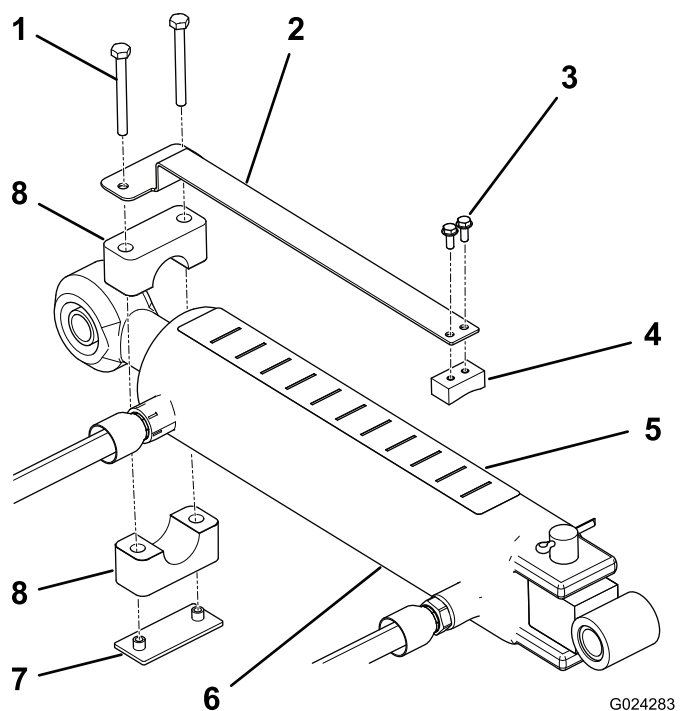

Рисунок 8
1. Закрепите глубиномер на плоской стороне сухаря двумя винтами с головкой под шлиц (№ 10 x ½ дюйма), расположив компоненты, как показано на Рисунок 8.
2. С помощью трубного зажима, сварной планки и 2 винтов на (¼ x 2½ дюйма) свободно закрепите глубиномер на ухе штока цилиндра верхней тяги (Рисунок 8). Убедитесь, что зажимы достаточно свободны, чтобы их можно было повернуть в требуемое положение.
4. Установите наклейку со шкалой глубины на верх цилиндра в таком месте, чтобы она была хорошо видна оператору и не закрывалась гидравлическими шлангами или другими помехами (Рисунок 8). Расположите наклейку так, чтобы символ «J» был направлен в сторону азэратора.